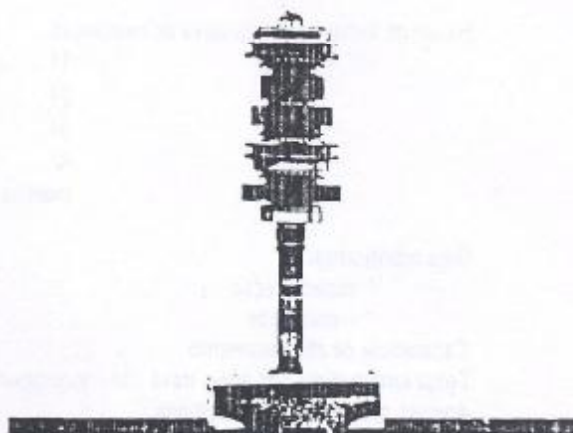

Figura 3.11.1 - Eixo piloto removido
2. Remover o eixo piloto da árvore principal (Figura 3.11.1). Caso for necessária a desmontagem do eixo piloto, proceder conforme descrito anteriormente.